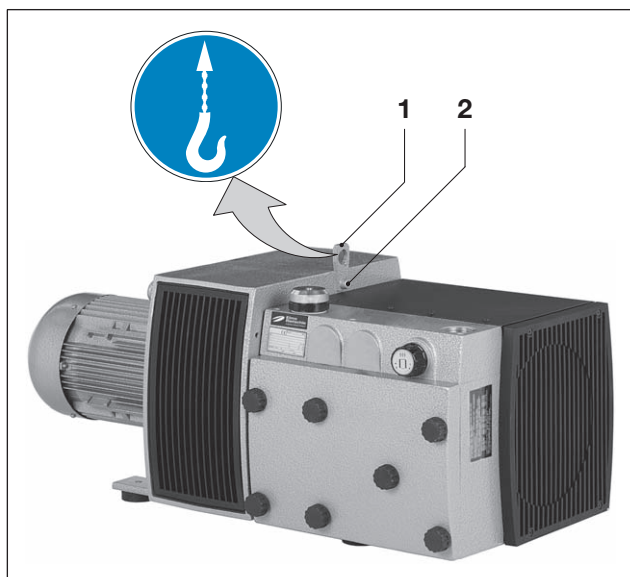

Fig. 1 Levantar e Transportar
- a) Apertar firmemente o parafuso de fixação (Fig. 1/2) na tala de transporte (Fig. 1/1).